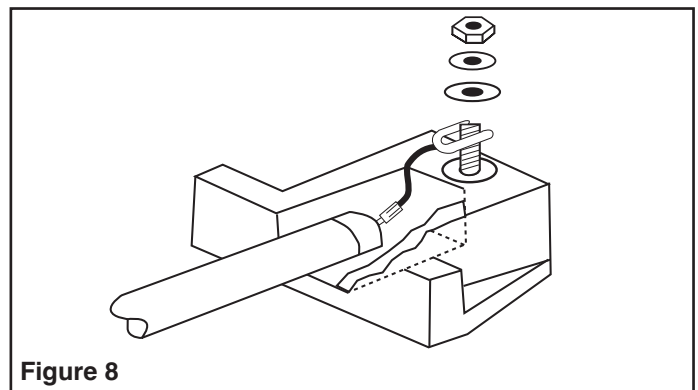
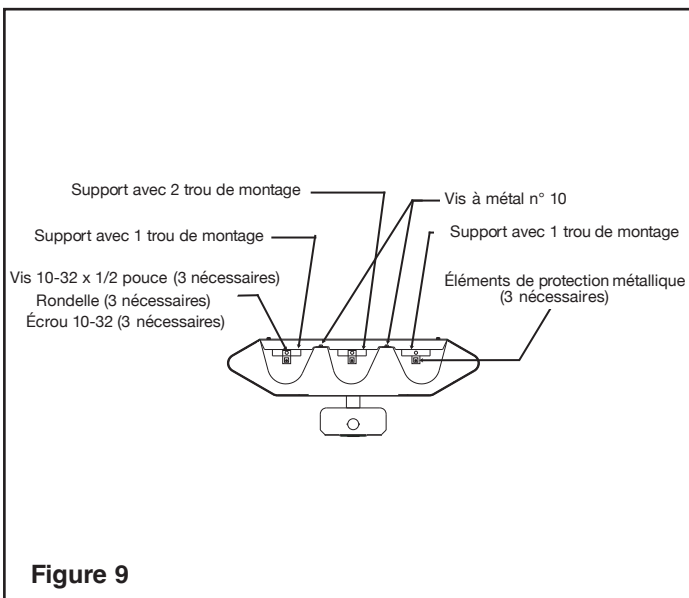

Figure 8
Figure 9
1. Retirez le cache du terminal de chaque côté du radiateur pour accéder aux blocs de terminaux. Desserrez l'écrou hexagonal n°10 du terminal et installez l'élément comme indiqué sur la Figure 8.
indiqué sur la Figure 8. Avec une extrémité de l'élément au terminal, glissez l'isolant par dessus la protection métallique et attachez l'autre extrémité de l'élément. Complétez le montage comme indiqué sur la Figure 9 en utilisant le support avec un seul trou de montage (jetez les supports avec deux trous de montage).